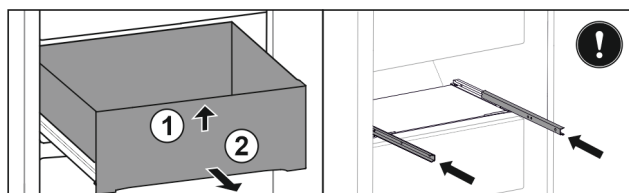

Fig. 158
- ▶ Nadzvedněte zásuvku vpředu. Fig. 158 (1)
- ▶ Vyjměte zásuvku dopředu. Fig. 158 (2)